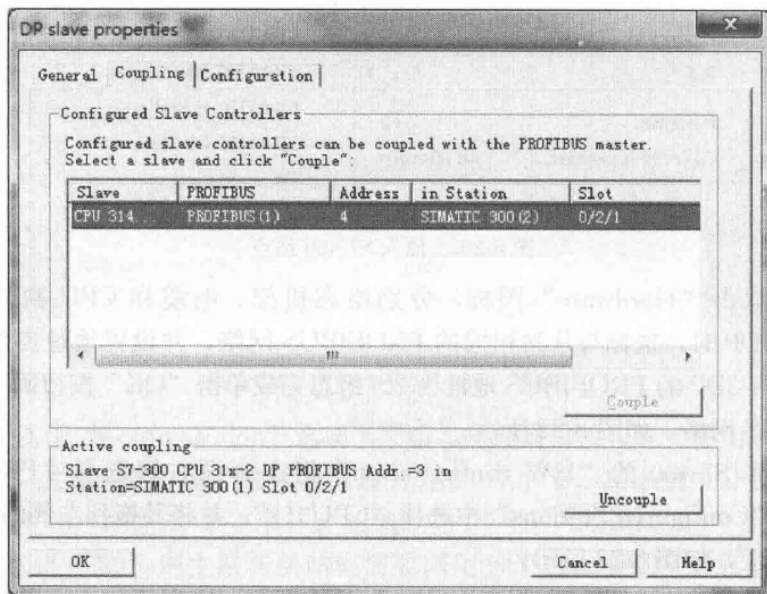

图 8-23 DP slave properties 对话框示意图
(4) 在出现的“DP slave properties”对话框中，出现已经组态的从站，如图 8-23 所示。